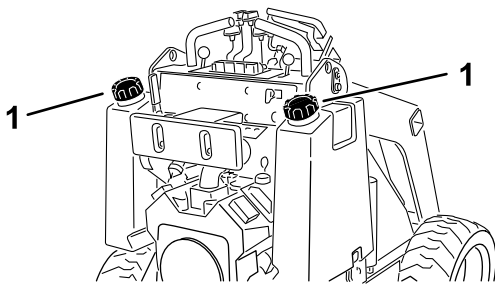

Bild 6
3. Reinigen Sie den Bereich um den Tankdeckel und nehmen Sie den Deckel ab (Bild 6).